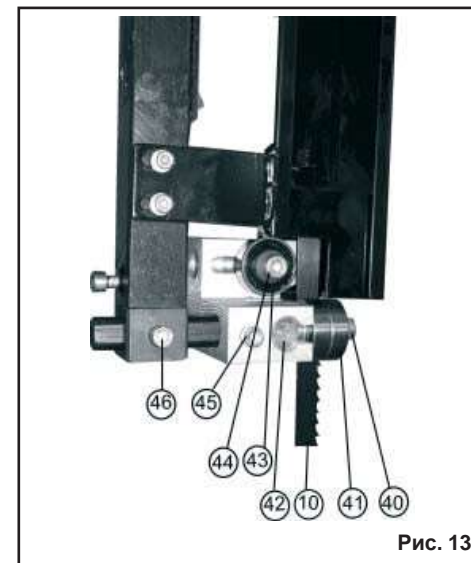

Рис. 13
11.5. Регулировка верхней и нижней направляющих пильной ленты (Рис. 13, 14)
уменьшения нагрузки на пильную ленту (10) и обеспечения техники безопасности при выполнении пиления заготовки, нижний край направляющих подшипников (41) верхней направляющей (45) необходимо установить на высоте не более 3 мм от заготовки, Рис. 13.
11.6.2. Ослабьте фиксацию винта (24), вращением маховика переместите направляющую (8) установите и зафиксируйте винтом (24),